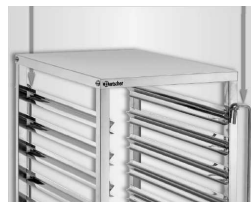

Abb. 4
- Platzieren Sie dann die geeigneten Behälter in die Einschubvorrichtungen und sichern Sie diese an der Vorder- und Rückseite mit den Behältersicherungen, indem Sie diese hochziehen und vor die Behälter klappen (**Abb. 4**).